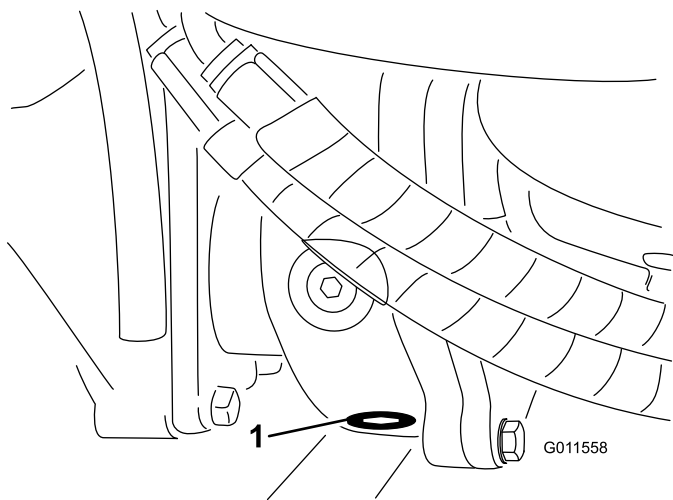

図 63
5. ギアボックスの底面にあるドレンプラグの周囲をウェスできれいにする 図 63。